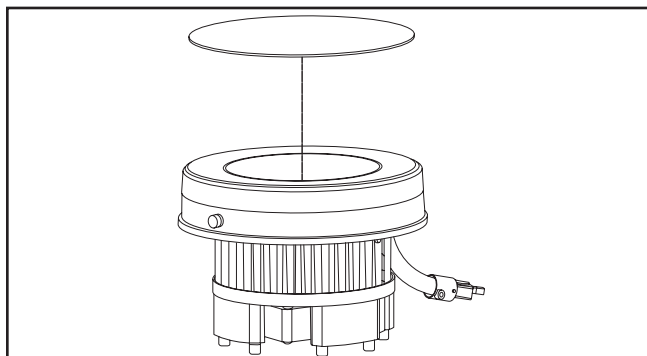

Figure 2.
2. Insérez la lentille dans le réflecteur blanc (Figure 2.).